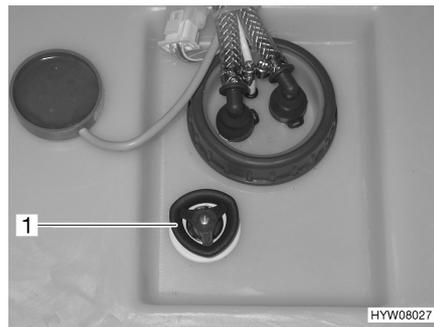

Fig. 80 Réservoir d'eau avec poignée tournante
- Faire tourner à fond dans le sens des aiguilles d'une montre la poignée tournante (Fig. 80,1) située sur le réservoir d'eau.
- Faire tourner la poignée tournante (Fig. 80,1) située sur le réservoir d'eau dans le sens inverse des aiguilles d'une montre jusqu'à ressentir une résistance. L'eau s'écoule, env. 20 litres restent.